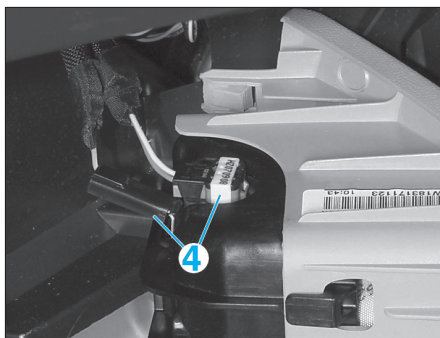

Fig. 6
- Débrancher les connecteurs (4) (Fig.6).